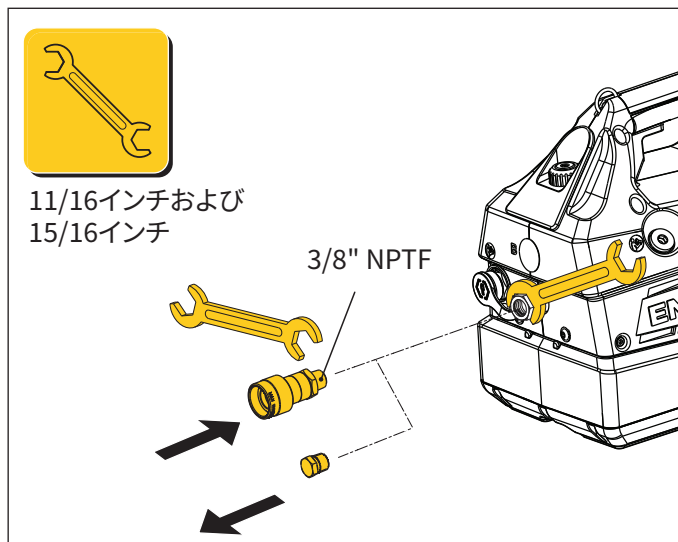

図3: ポンプへの油圧接続部
**注記** 手順3~5については、図3を参照してください。ポンプモデルXC2302SとXC2304Sにはポート「A」しかありません。使用されていないポート「B」はプラスチックプラグでカバーされています。